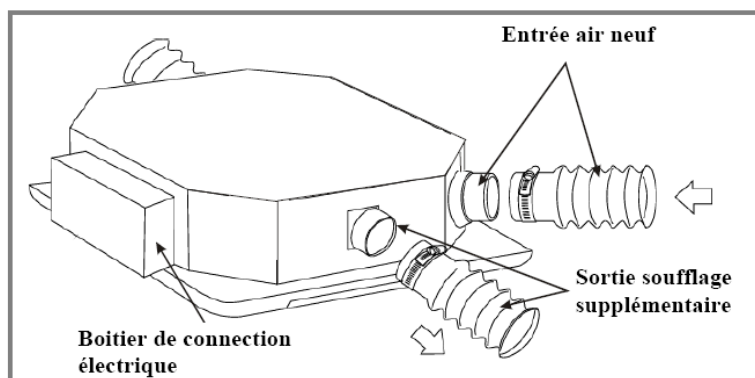

Fig. 26
- L'ouverture latérale permet de distinguer les conduits destinés à l'entrée d'air neuf, de ceux destinés à l'air de reprise. Voir Fig.26